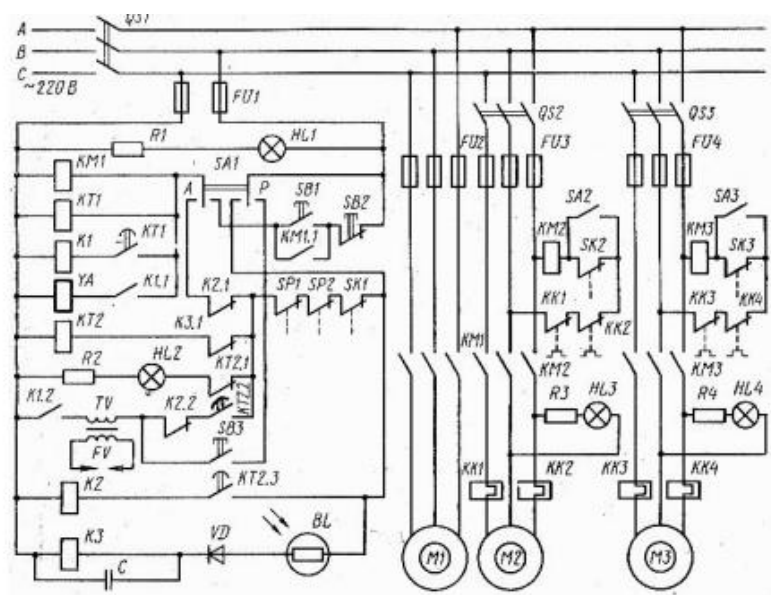

Рис.1
1. Определить элементы схемы автоматики котла КОАВ-68 (рис. 1). Объяснить работу схемы, методы поиска неисправностей.